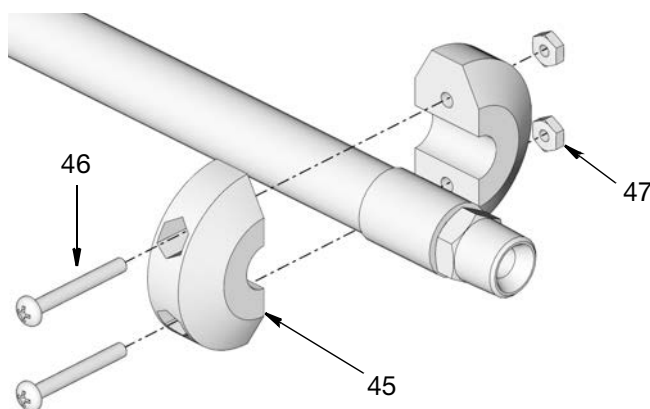

ABB. 7
5. Die Kugelarretierung (45) mit Schrauben (46) und Muttern (47) nahe am Schlauchende installieren. Die Muttern anziehen, bis sich die Außenkanten des Anslags berühren (ABB. 7).